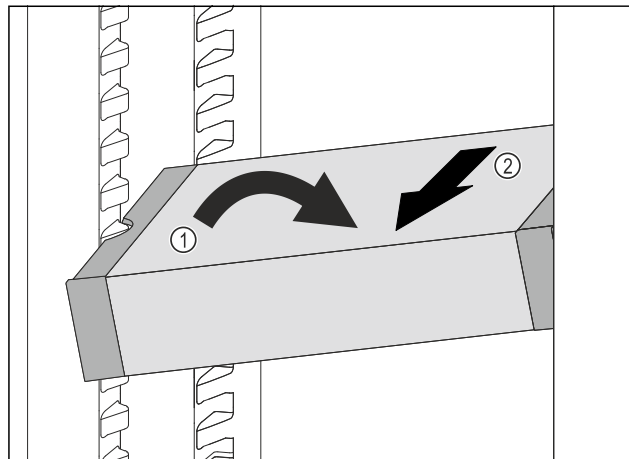

Fig. 99
- ▶ Predal VarioSafe postavite v hladilniku postrani. Fig. 99 (1)
- ▶ Predal VarioSafe izvlecite v smeri naprej. Fig. 99 (2)